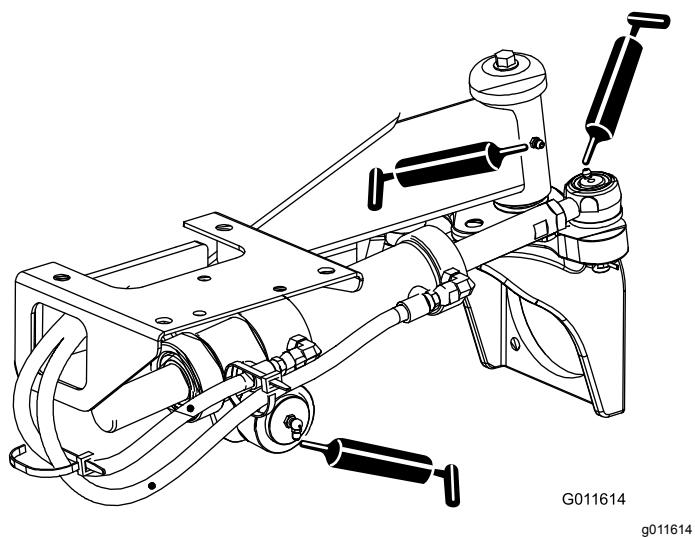

Рисунок 33
- Шаровые опоры гидроцилиндра рулевого управления (2 шт.) и задняя ось (1 шт.) —Рисунок 33